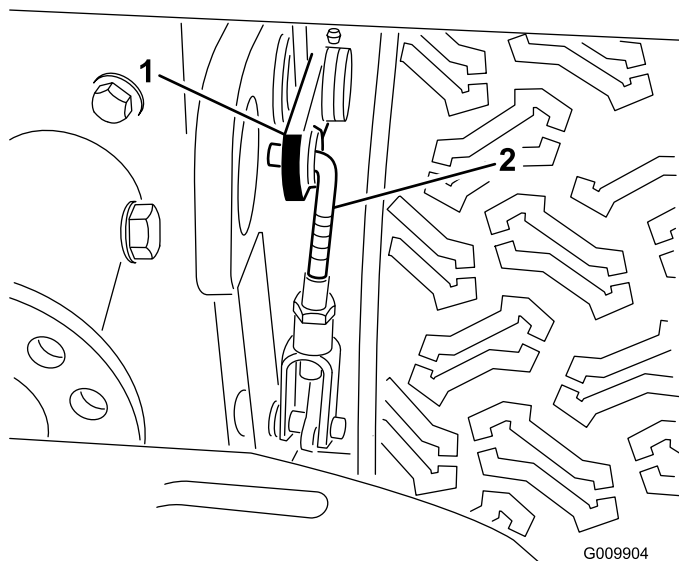

Bild 55
3. Lösen Sie die Klemmmutter an der Lastöse (Bild 55).